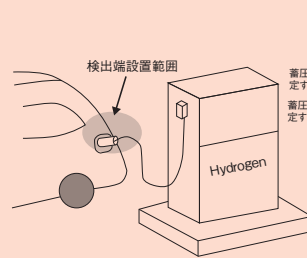

図1 カップリング等接続部分付近への設置例
- 八. 充填ホースと車両に固定した容器とのカップリング等接続部分付近に1個以上の検出端を持つ検知警報設備をそれぞれ1個以上(図1参照のこと)。